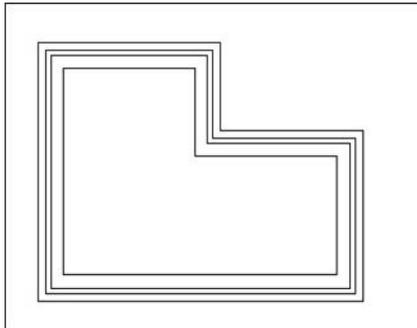

Fig.4.23
- 6 Spécifier le dernier point, puis entrer « c » pour fermer la multiligne ou appuyer sur Entrée pour terminer l'opération (fig.4.23).